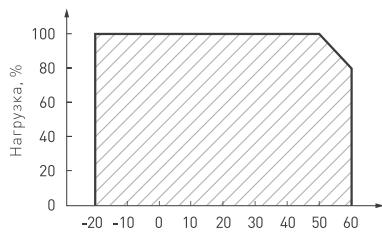

Рис. 2. Максимальная допустимая нагрузка, % от мощности источника
- 4.3. Не нагружайте источник питания более 80% от его максимальной мощности. Учитывайте, что с повышением температуры окружающей среды максимальная мощность источника питания снижается [см. график зависимости на Рис. 2].